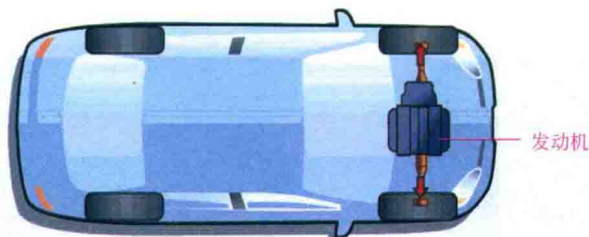

图 1.1-8 前置前驱
(2) 前置前驱 即发动机前置、前轮驱动, 如图1.1-8所示。